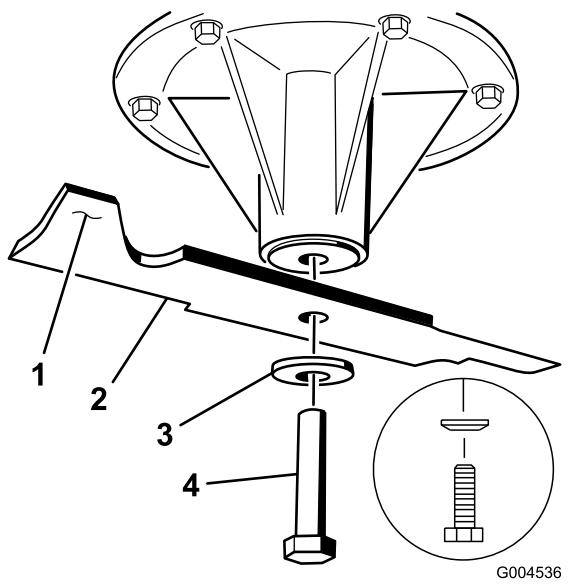

Figura 82
- Instale la cuchilla en el eje (Figura 82).
- Instale la arandela de muelle y el perno de la cuchilla (Figura 82).
Nota: El cono de la arandela elástica debe estar orientado hacia la cabeza del perno (Figura 82).